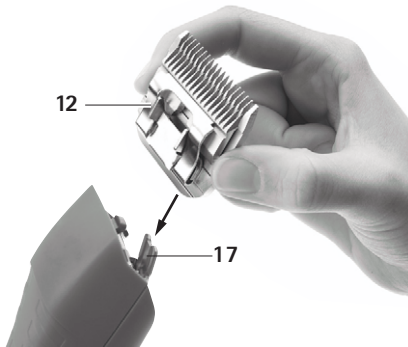

Fig. 2
- Sett klippehodet 12 på åpnet knivhengsel 17, gukka Fig. 2.
- Trykk klippehodet 12 lett i retning av klippemaskinen DURATI, gukka Fig. 2. Klippehodet 12 hektes hørbart på plass.